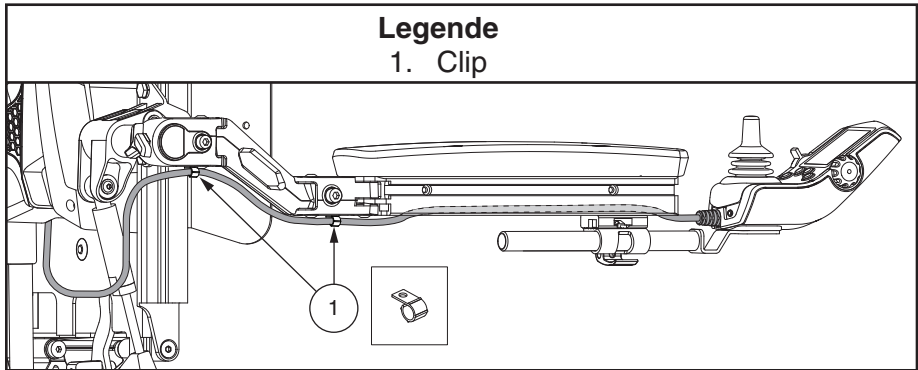

Abbildung 21. Kabelverlauf
6. Verkabeln Sie die Steuerungshalterung mit der Rückseite der Stromversorgung und befestigen Sie sie mit Hilfe der Clips. **Siehe Abbildung 21.**